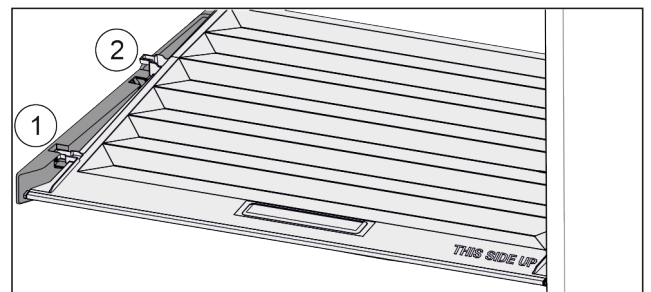

Fig. 26
- ▶ Tirare in avanti il coperchio fino all'apertura nei fermi Fig. 26 (1).
- ▶ Sollevare posteriormente dal basso e togliere verso l'alto Fig. 26 (2).